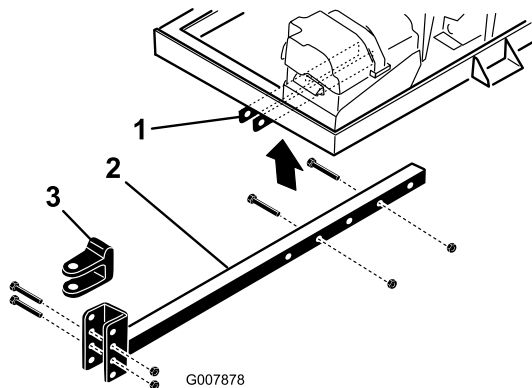

Bild 7
2. Stecken Sie das Anbauvorrichtungsrohr in die Rahmenhalterungen (Bild 7). Befestigen Sie das Rohr mit 2 Schrauben (3/8 x 3 Zoll) und Bundmuttern (3/8 Zoll) am Rahmen.
- Entfernen Sie die Schrauben und Sicherungsmuttern, mit denen der Anbauvorrichtungsstift (Bild 7) am Anbauvorrichtungsrohr befestigt ist.
- Nehmen Sie die Schrauben und die Mutter ab, mit denen das Anbauvorrichtungsrohr an den Rahmenhalterungen befestigt ist (Bild 7).